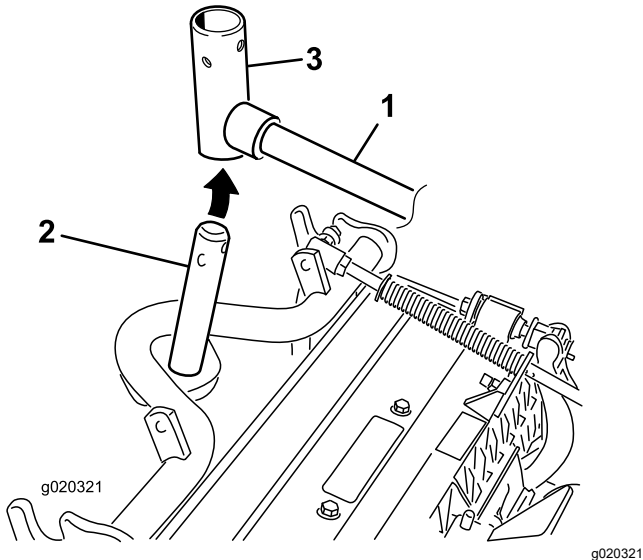

Bild 7
9. Frontmähwerke: Schieben Sie ein Mähwerk unter den Hubarm und schieben Sie gleichzeitig die Trägerrahmenwelle in das Gelenkjoch des Hubarms (Bild 7).
- B. Setzen Sie das Hubarmjoch in die Trägerrahmenwelle ein (Bild 7).